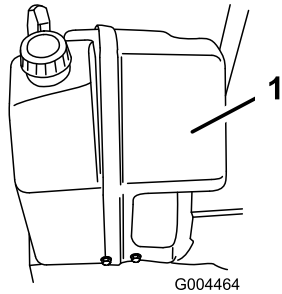

Figure 43
1. Retirez les 5 fixations du couvercle de moteur avant (Figure 43) mais laissez le couvercle en place.